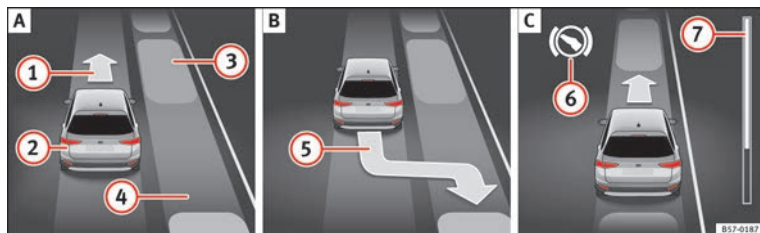
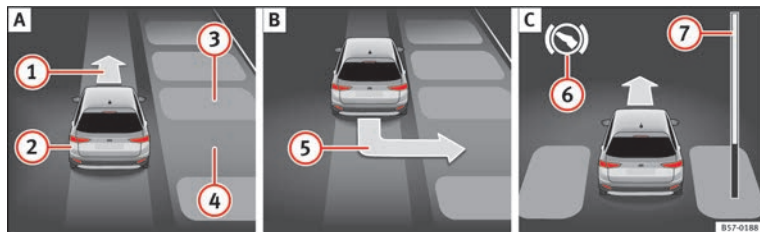

Fig. 220 Sur l'écran du combiné d'instruments : stationner en créneau. **A** Chercher une place de stationnement. **B** Position de stationnement. **C** Manœuvrer.
Fig. 221 Sur l'écran du combiné d'instruments : stationner en bataille. **A** Chercher une place de stationnement. **B** Position de stationnement. **C** Manœuvrer.
Légende de la **fig. 220** et **fig. 221** :
» **fig. 220 ⑦** et » **fig. 221 ⑦** affiche symboliquement la distance relative qu'il reste à parcourir à l'écran du combiné d'instruments. Plus la distance est grande, plus la barre de progression est remplie. En circulant en marche avant, le contenu de la barre de progression diminue vers le haut, et en circulant en marche arrière, il diminue vers le bas.
2.	Regardez sur l'affichage de l'écran du combiné d'instruments si la place « appropriée » a été détectée et si la position correcte pour stationner » fig. 220 B ou » fig. 221 B a été atteinte. La place sera considérée comme « appropriée » si l'indication de stationnement 5 apparaît à l'écran du combiné d'instruments.
5.	Pendant la manœuvre de stationnement, le système prend uniquement le contrôle de la direction. En tant que conducteur, vous devez accélérer, embrayer si nécessaire, changer de vitesse et freiner. Reculez jusqu'à ce que retentisse le signal continu du ParkPilot. OU : reculez jusqu'à ce que l'indication de passer en marche avant » fig. 220 C ou » fig. 221 C apparaisse à l'écran du tableau de bord.
9.	Avancez jusqu'à ce que retentisse le signal continu du ParkPilot. OU : avancez jusqu'à ce que l'indication de passer en marche arrière apparaisse à l'écran du combiné d'instruments. Le système de stationnement assisté dirige le véhicule en marche avant et en marche arrière jusqu'à ce qu'il soit centré sur la place » fig. 220 C ou » fig. 221 C.